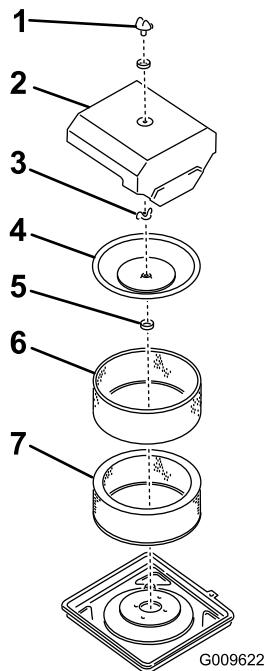

Figure 31
- Retirez le bouton, le joint torique et le couvercle du filtre à air (Figure 31).
- Installez l'élément avec le préfiltre, le joint d'aération, le couvercle intérieur, l'écrou à oreilles, le couvercle du filtre à air, le joint torique et le bouton (Figure 31).